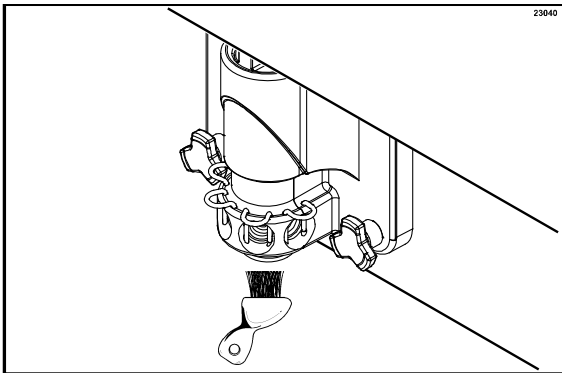

Figure 55
10. Revenir à l'unité avec une petite quantité de solution de nettoyage. Placer un seau sous le bec de la porte, tremper la brosse du bec de la porte dans la solution nettoyante et nettoyer à la brosse les orifices de sortie du sirop de la porte de l'unité, le bec de la porte, le bas du centrifugeur, la lame du centrifugeur et les raccords de flexibles à sirop (Cf. Figure 55).